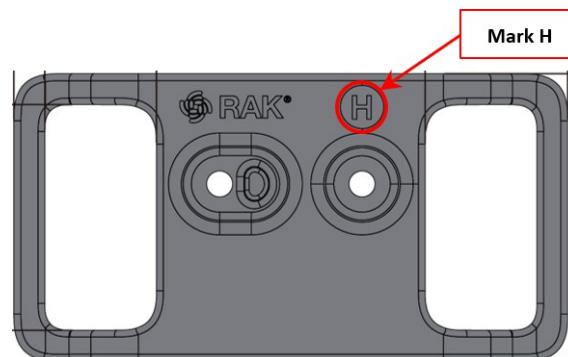

Abbildung 30: Befestigungszubehör mit der Kennzeichnung H
- Verwenden Sie für die Gürtelschlaufenhalterung zwei (2) Befestigungszubehörteile mit der Kennzeichnung **H**, wie in Abbildung 30 dargestellt.